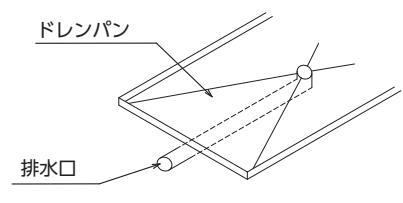

図3-15 ドレンパン
- ドレンパンは耐食性の高いステンレス鋼板を使用しており、コイルや加湿器のドレン水を受け、排水口から排出させます。(図3-15参照)